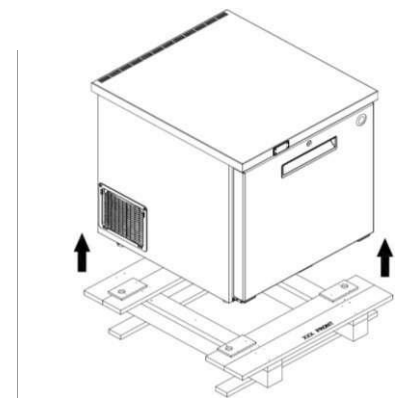

Fig.3
- L'armadietto può essere sollevato dal pallet per rimuovere il pallet di legno (vedere Fig. 3)